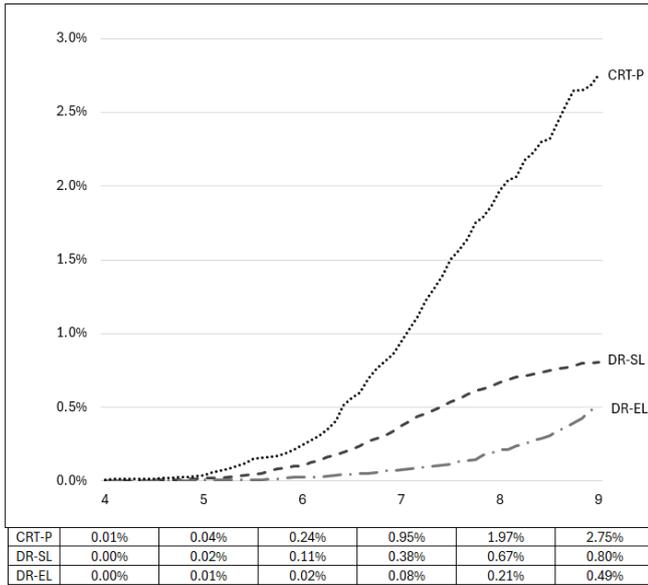

Figure 1 Taux d'occurrence du Mode de sécurité induit par une impédance élevée de la batterie dans la population concernée en décembre 2024
Le pire cas rapporté de préjudice au patient était la perte de stimulation avec blessure grave ou mise en jeu du pronostic vital. Deux (2) décès ont eu lieu chez des patients dépendant d'un stimulateur cardiaque après l'activation du Mode de sécurité en dehors d'un milieu hospitalier et aucun autre décès n'a été signalé. Les détails concernant les sous-populations ACCOLADE et le taux d'occurrence au cours de la vie pour chaque type de dispositif sont présentés dans le Tableau 2. Les taux d'occurrence pour les différents types de dispositifs sont présentés dans les figures 1 et 2.
La famille de stimulateurs cardiaques ACCOLADE comprend une batterie à durée de vie Standard Life (SL) pour les stimulateurs cardiaques mono-chambre (SR) et à double chambre (DR) et une batterie plus grande à longévité prolongée (EL) pour les stimulateurs cardiaques DR et les stimulateurs cardiaques de traitement par resynchronisation cardiaque (CRT-P). En raison de la disparité des batteries (par exemple SL ou EL) et des traitements proposés (par exemple stimulateurs cardiaques SR/DR ou CRT-P), les fréquences varient (Figures 1 et 2). Cependant, la probabilité qu'un dispositif passe en Mode de sécurité en raison de l'impédance de batterie élevée survient lorsque la batterie atteint une durée de vie restante d'environ quatre (4) ans ou moins. Une étude rétrospective portant sur 121 centres du ministère américain des anciens combattants a révélé que, parmi les dispositifs ACCOLADE et INGENIO ayant déclenché le Mode de sécurité en raison d'une impédance élevée de la batterie, 100 % l'ont fait avec une durée restante de 4 ans ou moins et 92 % avec une durée restante de 2 ans ou moins.¹